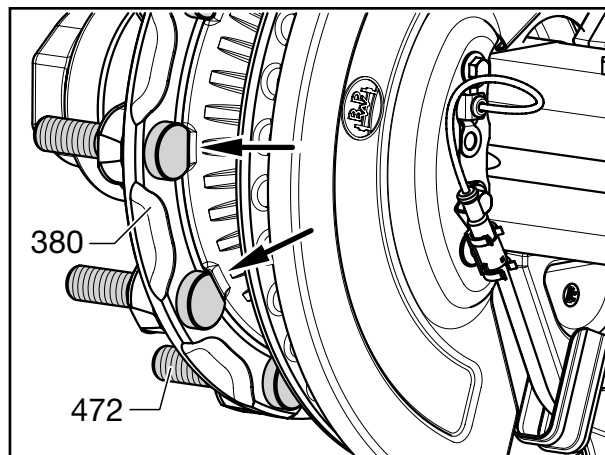

Fig. 54
- [36] Rikta in hålen för hjulbultarna (472) på navet (434) och bromsskivan (380) mot varandra.
- [37] För in hjulbultarna (472) så långt som möjligt i bromsskivan/navet. Kontrollera att hjulbult-huvudet sitter korrekt på bromsskivan (380) (vridsäkring), se fig. 54.